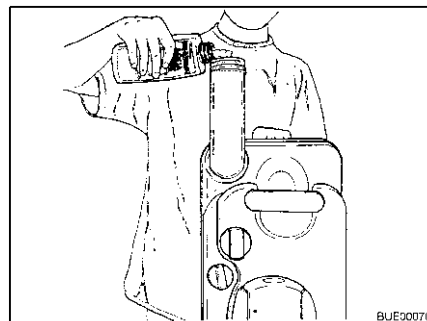

Fig. 259 Remplir de liquide pour sanitaires
- Remplir le réservoir pour matières fécales de la quantité indiquée de liquide pour sanitaires (Fig. 259).